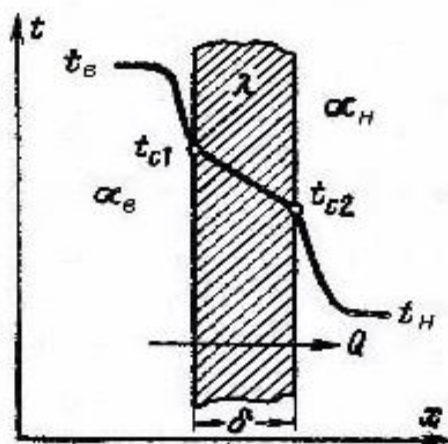

Рис. 2. Теплопередача через плоскую стенку
Стационарный процесс теплопередачи через плоскую стенку от одного теплоносителя (жидкости, газа) к другому можно представить в виде трех последовательных процессов (см. рис.2):
Т.о. в случае теплопередачи через плоскую стенку, с обеих сторон которой находится воздух, температура которого внутри помещения равна  $t_в$ , а снаружи –  $t_н$ , а соответствующие коэффициенты теплоотдачи  $\alpha_1$  и  $\alpha_2$  и температуры внутренней и наружной поверхностей стенки равны  $t_{c1}$  и  $t_{c2}$ , соответственно, при этом толщина стенки равна  $\delta$ , а коэффициент теплопроводности –  $\lambda$  (см. рис. 2), можно записать следующее.
5. Используя полученные значения температур, строим схему теплопередачи через кирпичную стенку, аналогичную приведенной на рис. 2, откладывая в масштабе по вертикальной оси значения температур, а по горизонтальной – толщину стенки.